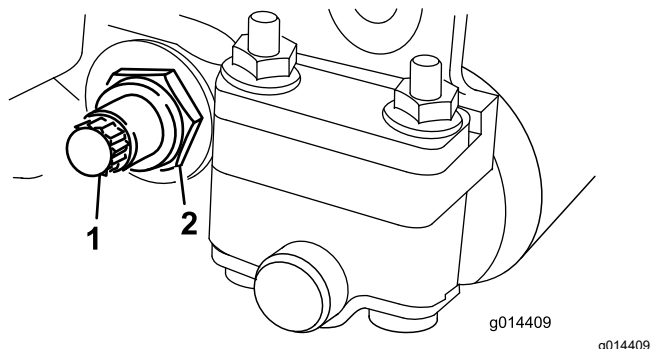

Figura 18
- Pe fiecare latură a mainii, slăbi contrapiulia care fixează urubul barei de cadru (Figura 18).
- Îndepărtați fiecare urub al barei de cadru, permițând tragerea în jos și îndepărtarea acestuia de pe unitatea de tăiere (Figura 18).